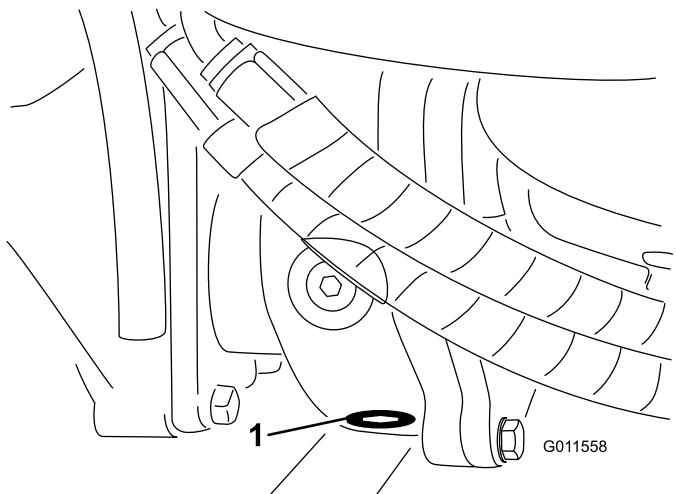

Figura 97
- 5. Pulite l'area circostante il tappo di spurgo sul fondo della scatola degli ingranaggi (Figura 97).